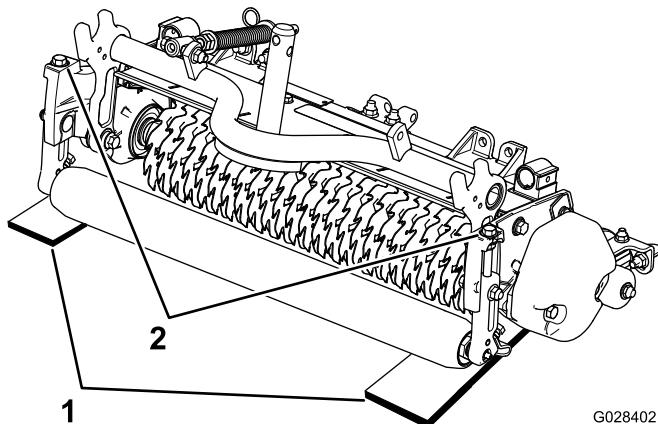

Figura 9
2. Coloque 2 barras de ajuste, cuyo grosor sea igual a la profundidad deseada de penetración en el suelo, debajo de los rodillos delantero y trasero del molinete de verticorte, en cada extremo del molinete (Figura 9).
- Gire el perno de ajuste de cada soporte de altura de corte (Figura 9) hasta que las cuchillas toquen la superficie nivelada en cada extremo del molinete.